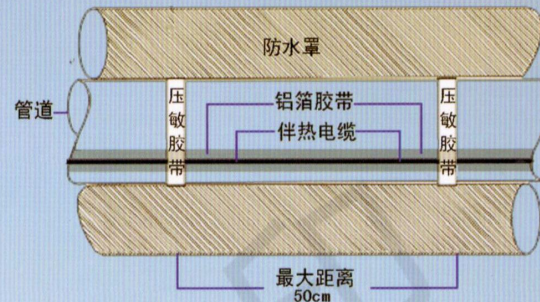

图 1
- 用玻璃纤维压敏胶带每隔30-50cm处，将伴热电缆固定于管道上。如有高温蒸汽扫线，需在管道和伴热电缆之间加一层隔热层，以防损伤伴热电缆（如图1）。